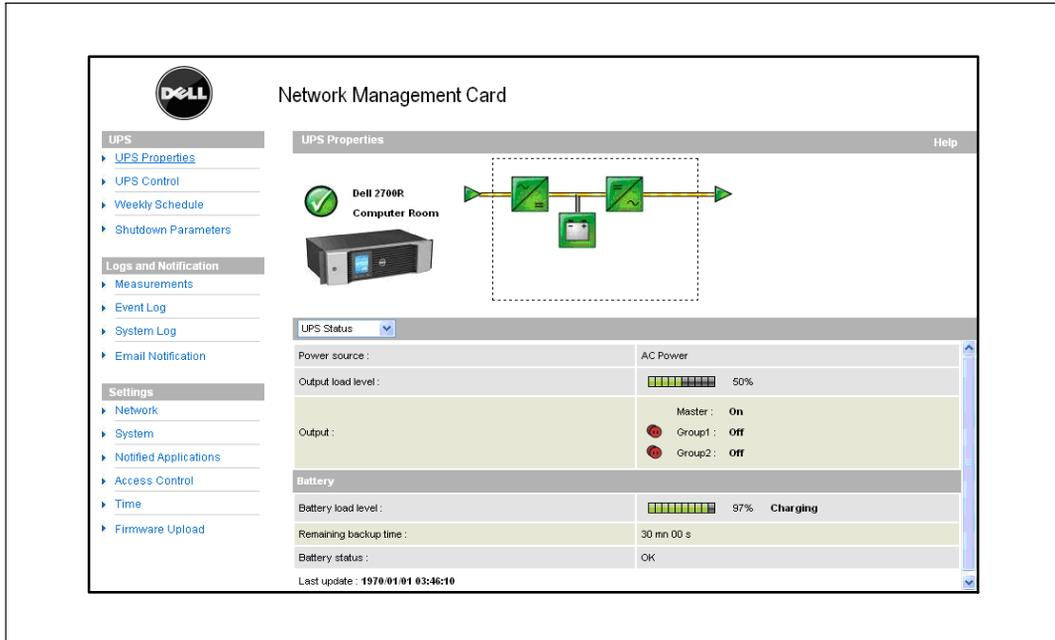

Figure 12. Page d'accueil
- 2 Entrez l'adresse IP de la carte dans la barre d'adresse. La page d'accueil s'affiche (voir Figure 12).